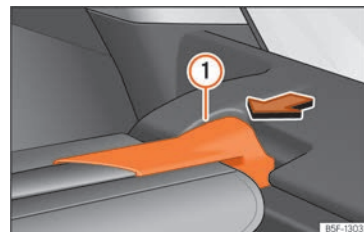

Fig. 127 En el maletero: desmontar la bandeja.
- Presione el soporte de la bandeja »» fig. 127 ① en el sentido de la flecha.
- Encaje el soporte de la bandeja »» fig. 127 ① en el alojamiento del otro lado.